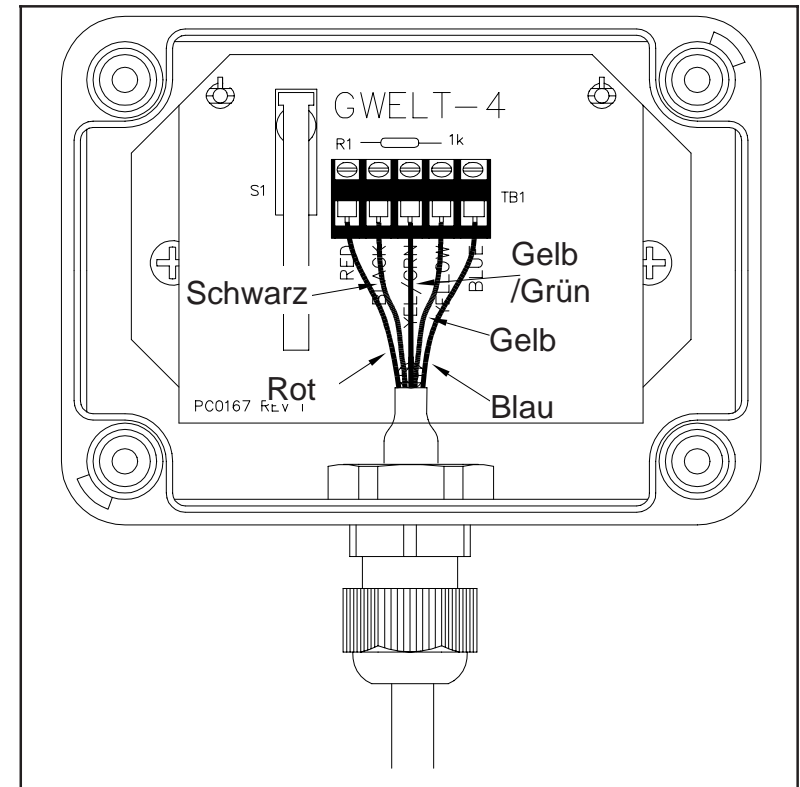

Abbildung 23
4. Schließen Sie die Signaladern am Klemmblock nach den vorgegebenen Farben auf der Platine an. Siehe Abbildung 23.